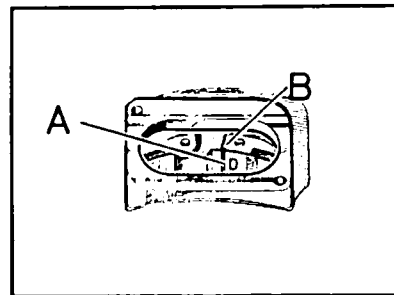

Fig. 94.—A. Marca de referencia en la placa
- 2.º La bomba de inyección lleva una ventanilla lateral de inspección, por la que se ven unas señales de referencias interiores (fig. 94).